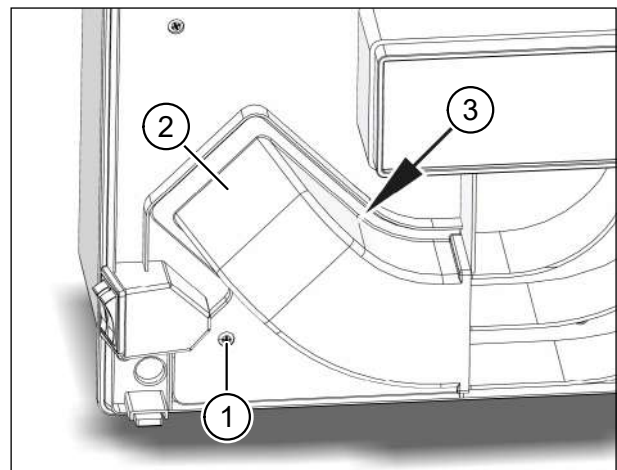

Abb. 34: Zulufthaube abnehmen
- ▶ Lösen Sie mit dem Schraubendreher die Schraube (Pos. 1 in Abb. 34) an der Zulufthaube (Pos. 2 in Abb. 34).
- ▶ Fassen Sie die Zulufthaube an den gekrümmten Wandungen und drücken Sie gegen den Druckpunkt (Pos. 3 in Abb. 34). Damit entriegeln Sie die Rastverbindung und Sie können die Zulufthaube abnehmen.